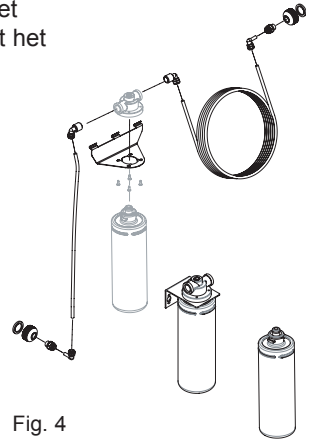

Fig. 4
3.2.2 Waterbehandeling (fig. 4)